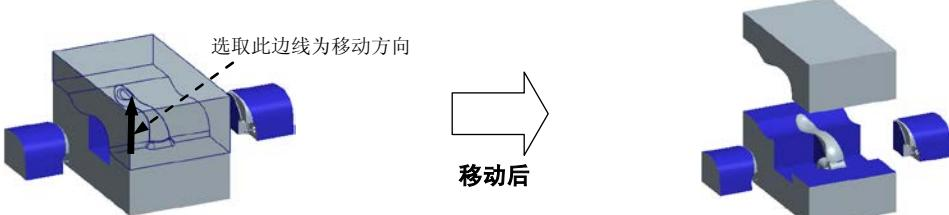

图 6.26 移动上模
Step3. 在系统的提示下, 选取图 6.26 所示的边线为移动方向, 然后在系统的提示下, 输入要移动的距离值 100, 按 Enter 键。
Step4. 在 **▼ DEFINE STEP (定义步骤)** 菜单中选择 **Done (完成)** 命令, 移出后的状态如图 6.26 所示。